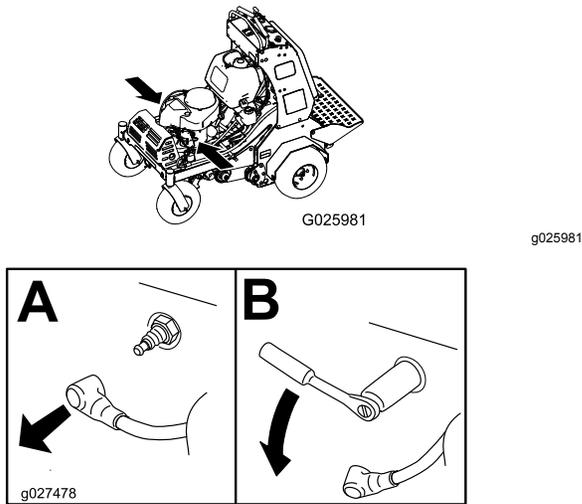

Figura 43
2. Retire la bujía, según se muestra en Figura 43.